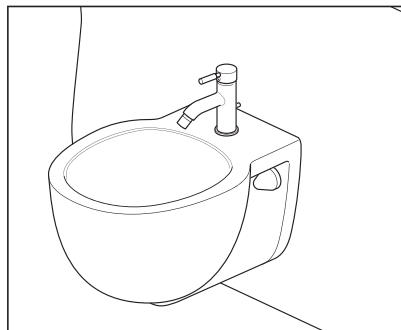

Рис. 17 / Сур. 17
17. Завершите установку, открыв воду и проверив впускные и выпускные соединения и уплотнители внизу биде (рис. 17).